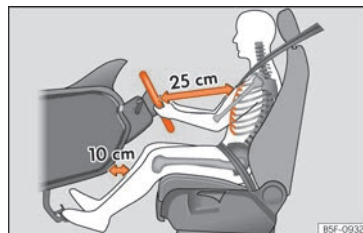

Fig. 87 Distance correcte entre le conducteur et le volant.
- Réglez le volant de sorte que la distance entre celui-ci et votre cage thoracique soit d'au moins 25 cm »» fig. 87.
- Réglez le siège du conducteur de manière à laisser une distance minimale de 25 cm entre votre cage thoracique et le centre du volant »» fig. 87. Si la distance est inférieure à 25 cm, le système d'airbags ne peut pas vous protéger correctement.